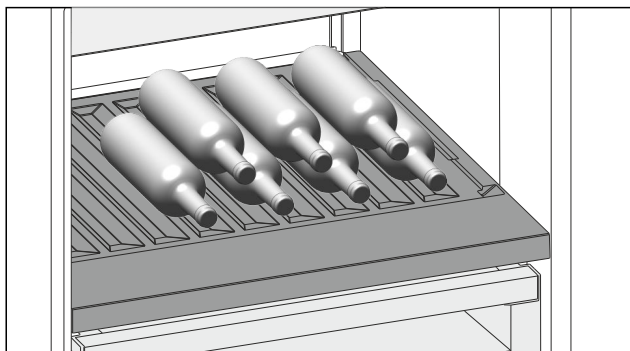

Fig. 115
- Legg inn flaskene med bunnen bakover mot bakveggen. (se Fig. 115)